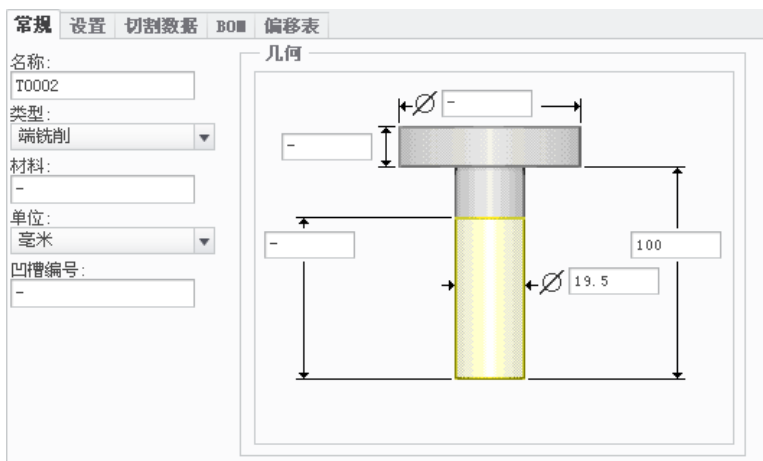

图 4.1.34 设定刀具一般参数
Step3. 在弹出的“刀具设定”对话框中单击 常规 按钮,在 常规 选项卡中设置图 4.1.34 所示的刀具参数,设置完毕后依次单击 应用 和 确定 按钮,返回到“镗孔”操控板。